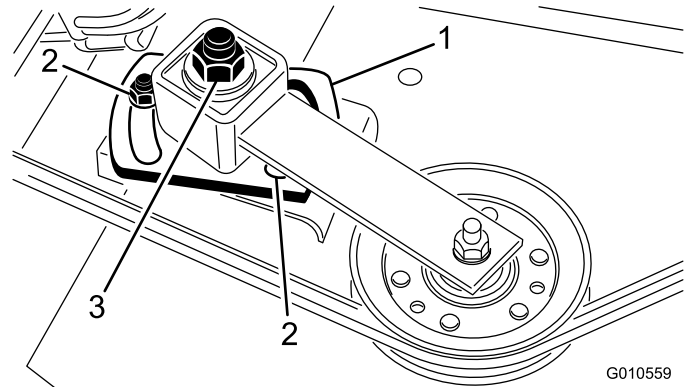

Figure 4
2. Desserrez les 2 écrous qui fixent la plaque de tension de façon à libérer la pression de la poulie de tension contre la courroie (Figure 4).
2. Écrou (2)
3. Enlevez la courroie de la poulie de tension droite (Figure 4).